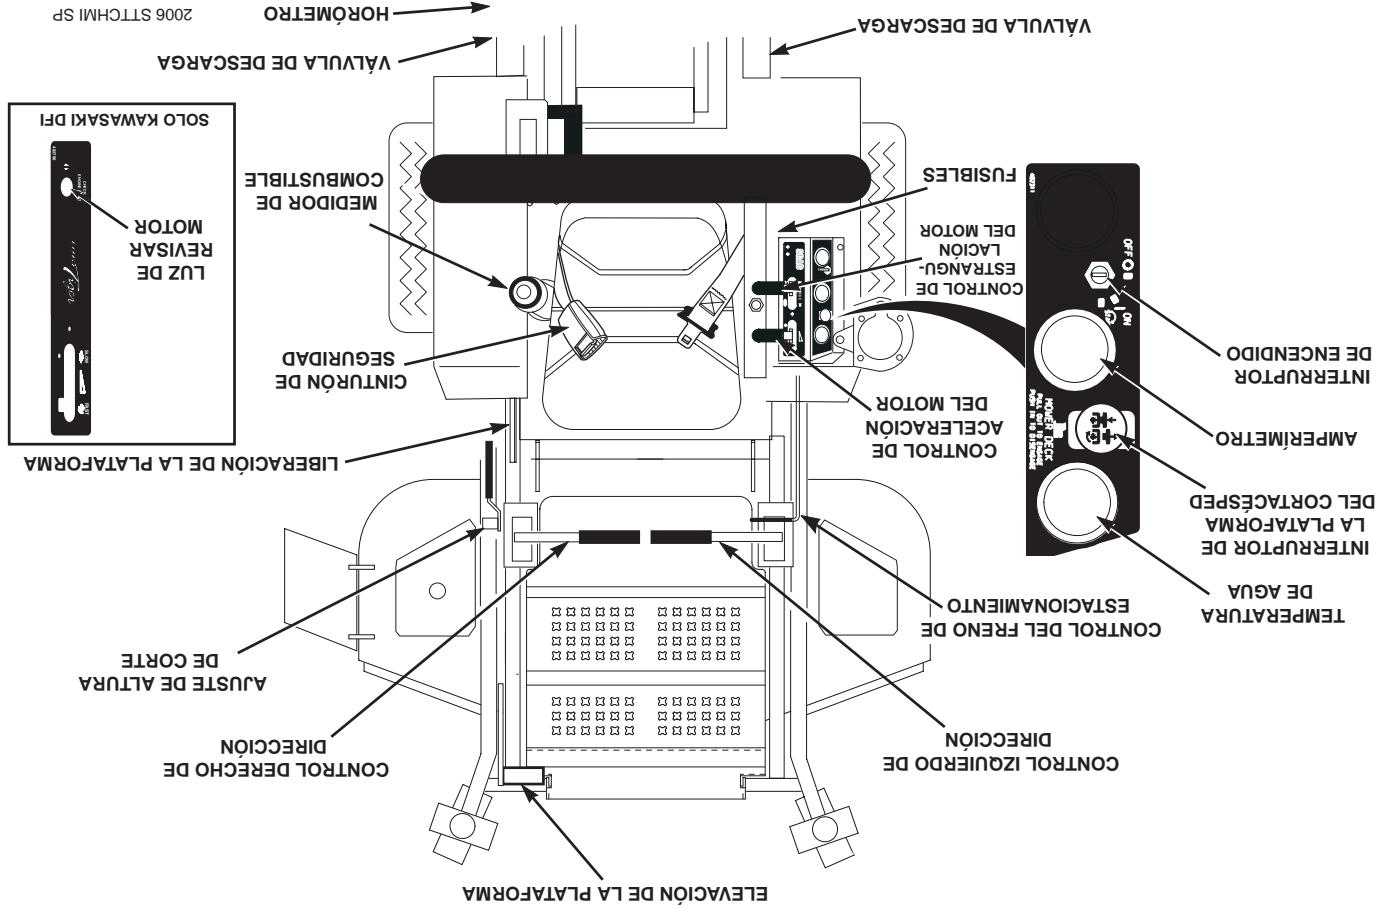

Figura 4-1. Controles e Instrumentos
6. **Horómetro (Figura 4-1).** Indica el número de horas que ha operado el motor. Sólo opera cuando el motor está funcionando. Tiene recordatorios programados para el mantenimiento del motor y los cambios de aceite del sistema hidráulico. El mantenimiento programado empezará a destellar 2 horas antes de la hora establecida y continuará destellando hasta 2 horas después. Reinicia automáticamente.
7. **Portafusibles (Figura 4-1).** Dos fusibles de 20 Amperios protegen el sistema eléctrico del cortacésped. Para reemplazar los fusibles, retire el fusible del zócalo e instale uno nuevo.
8. **Control izquierdo de dirección (Figura 4-1).** Usado para controlar la rueda izquierda del cortacésped al avanzar hacia adelante o en reversa.
9. **Control derecho de dirección (Figura 4-1).** Usado para controlar la rueda derecha del cortacésped al avanzar hacia adelante o en reversa.
10. **Control del freno de estacionamiento (Figura 4-1).** Usado para accionar y desconectar los frenos de estacionamiento. Tire de la palanca para accionar los frenos de estacionamiento.
11. **Indicador de combustible (Figura 4-1).** Indica la cantidad de combustible en el tanque.
13. **Palanca de pie de elevación de la plataforma (Figura 4-1).** Usada para levantar y bajar la plataforma de corte. Empuje completamente hacia adelante para trabar en la posición de transporte.
14. **Ajuste de la altura de corte (Figura 4-1).** Usado para poner la plataforma de corte en la altura de corte deseada.
15. **Palanca de liberación de la plataforma (Figura 4-1).** Usada para trabar la plataforma de corte en la posición de transporte. Para corte normal, empuje el pedal hacia adelante y tire de la palanca de desenganche para soltar la plataforma de corte.
16. **Indicador de temperatura (Figura 4-1).** Indica la temperatura de operación del motor. Se usa en máquinas cortacésped con motores entrados por líquido solamente.
17. **Luz de comprobación de motor (Figura 4-1).** Indica la operación de los sensores del motor en la inyección digital de combustible Kawasaki (DFI). La luz destellará una vez en el arranque inicial. Si ocurre un problema con un sensor en el motor, la luz destellará un código. Consulte con su distribuidor autorizado de Scag para diagnóstico y reparación.
18. **Cinturón de seguridad (Figura 4-1).** Usado para asegurar al operador. El cinturón de seguridad debe usarse siempre que el ROPS esté en posición vertical y bloqueado.
19. **Seguro de liberación de la sujeción del asiento (Figura 4-1).** Ubicado detrás del asiento. Utilizado para asegurar el asiento en la posición del operador. Libere el seguro para tener acceso a la parte inferior del asiento.
1. **Interruptor de encendido (Figura 4-1).** El interruptor de encendido se usa para arrancar el motor y tiene tres posiciones: OFF, ON y START.
2. **Interruptor de la plataforma del cortacésped (Figura 4-1).** Usado para accionar y desconectar el sistema de transmisión del cortacésped. Tire del interruptor para accionar la transmisión de la plataforma. Presione el interruptor para desconectar la transmisión de la plataforma.
3. **Control de estrangulación del motor (Figura 4-1).** Usado para arrancar un motor frío. No utilizado en el 29DFI.
4. **Control de aceleración del motor (Figura 4-1).** Usado para controlar la velocidad de motor. Presione la palanca hacia abajo para aumentar la velocidad del motor. Tire de la palanca hacia atrás para disminuir la velocidad del motor. La posición completamente hacia atrás es la posición de **MARCHA EN VACÍO**. La posición de corte es la de más adelante.
5. **Amperímetro (Figura 4-1).** Indica la condición del sistema de carga. Cuando el motor está funcionando, la aguja debe estar hacia el extremo positivo del medidor. Si la aguja está hacia el extremo negativo y del medidor, esto indica una condición de descarga y la máquina debe ser llevada para darle servicio.